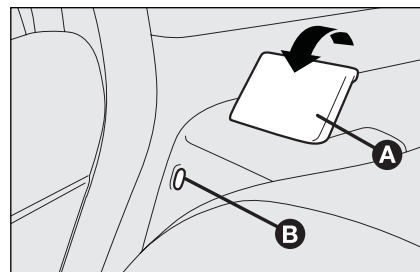

Рис. 89
- поднимите фиксатор **A**, см. **рис. 89** и сложите спинку сиденья вперед. Подъем фиксатора сопровождается появлением "красной ленты" **B**.